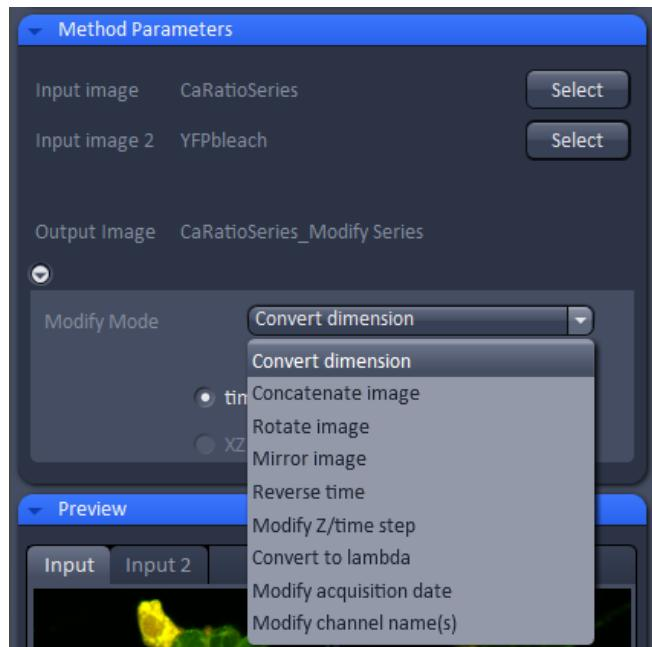

Fig 87 Modify Series 下拉菜单选项
- 在图像选择界面中点击**Select**按钮，导入当前图像窗口中打开的图像，其文件名自动出现在**Input image**右侧 (Fig. 87)。